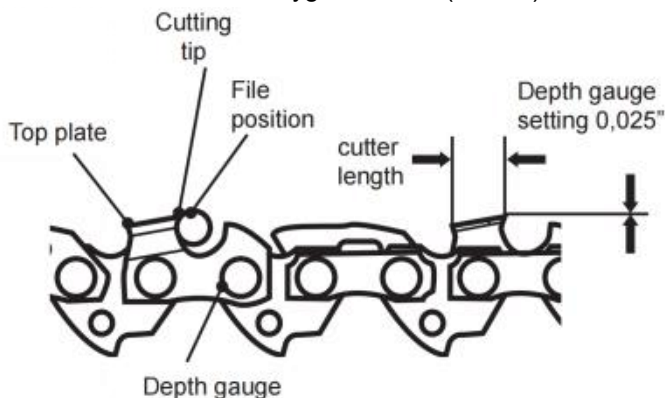

Fig. 75
9. Använd ett djupmätinstrument för att kontrollera höjden på djupmätaren. Djupmåttsmätjiggar finns tillgängliga från mest välrenommerade verktygshandlare (bild 75).